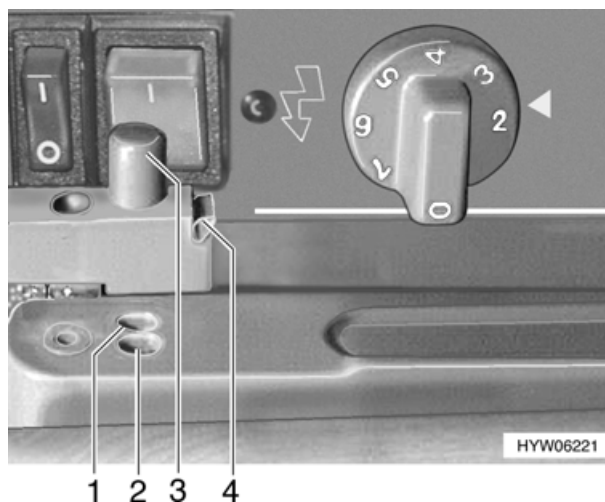

Fig. 67 Bloccaggio della porta del frigorifero (variante 1)
- Premere lateralmente sulla sicura di colore verde (Fig. 67,4) per sbloccare la porta. Il nottolino (Fig. 67,3) scatta all'infuori.
- Premere il nottolino (Fig. 67,3) in modo che scatti nella tacca di arresto esterna (Fig. 67,2).
- Premere il nottolino (Fig. 67,3) in modo che scatti nella tacca di arresto interna (Fig. 67,1). In questo modo la porta rimane ferma in posizione socchiusa.